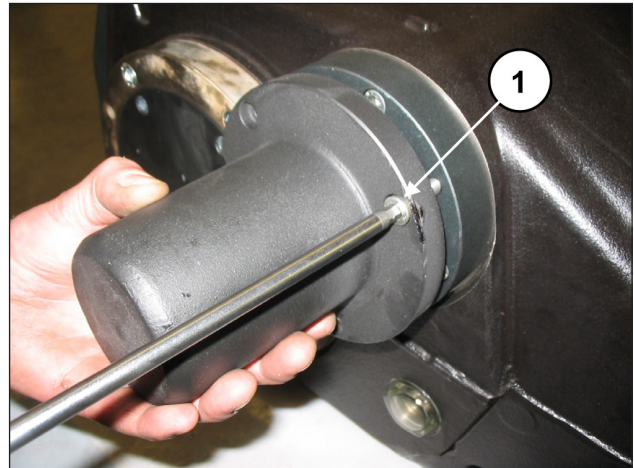

Abb. 104
Montieren Sie den Wellenenddeckel und befestigen Sie den Deckel am Gehäuse anhand von 3 Schrauben M8x20 (Pos. ①, Abb. 104).